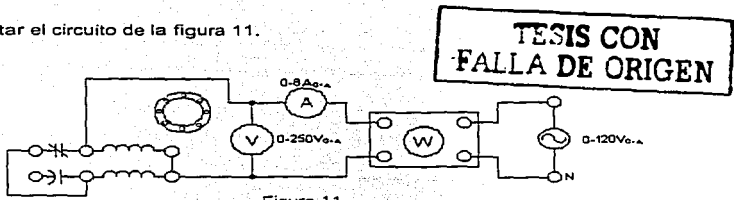

Figura 11
- Conectar el circuito de la figura 11.